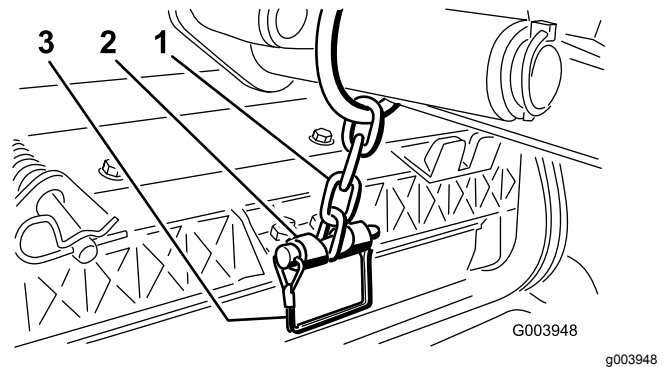

Bild 13
12. Befestigen Sie die Hubarmkette mit dem Einraststift an der Kettenhalterung (**Bild 13**). Verwenden Sie die Anzahl der Kettenglieder, die in der *Bedienungsanleitung* der Schneideinheit beschrieben ist.